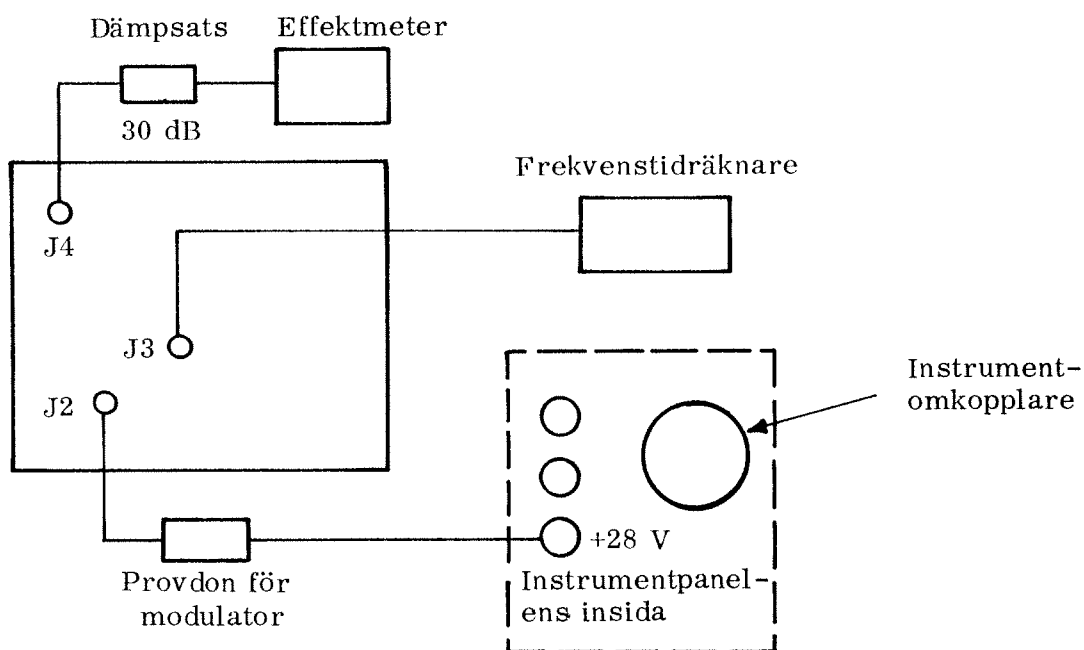

Bild 2.
- 4.2.1.3 Anslut frekvenstidräknaren över en koaxialkabel till modulator enhetens hylstag J3 FREQ se bild 2.